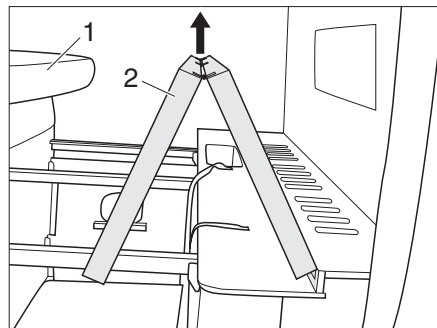

Fig. 50 Ripiegare il telaio portamaterasso
- ▶ Appoggiare il materasso (Fig. 50,1) sul lato sinistro del veicolo.
- ▶ Sollevare il telaio portamaterasso (Fig. 50,2) e ripiegarlo.